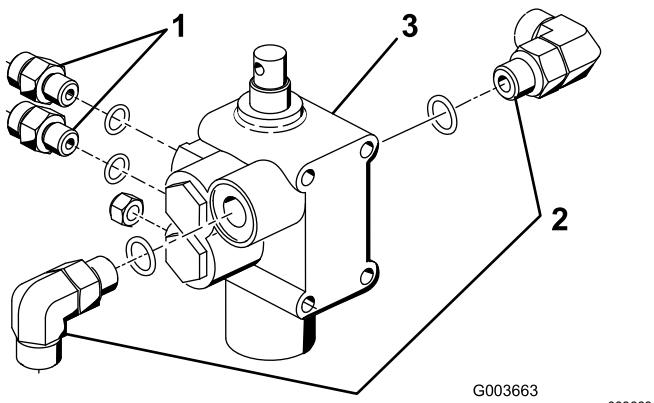

Figure 8
- Vissez les 2 raccords à 90° et les 2 raccords hydrauliques droits dans le nouveau distributeur de levage, comme montré à la Figure 8.